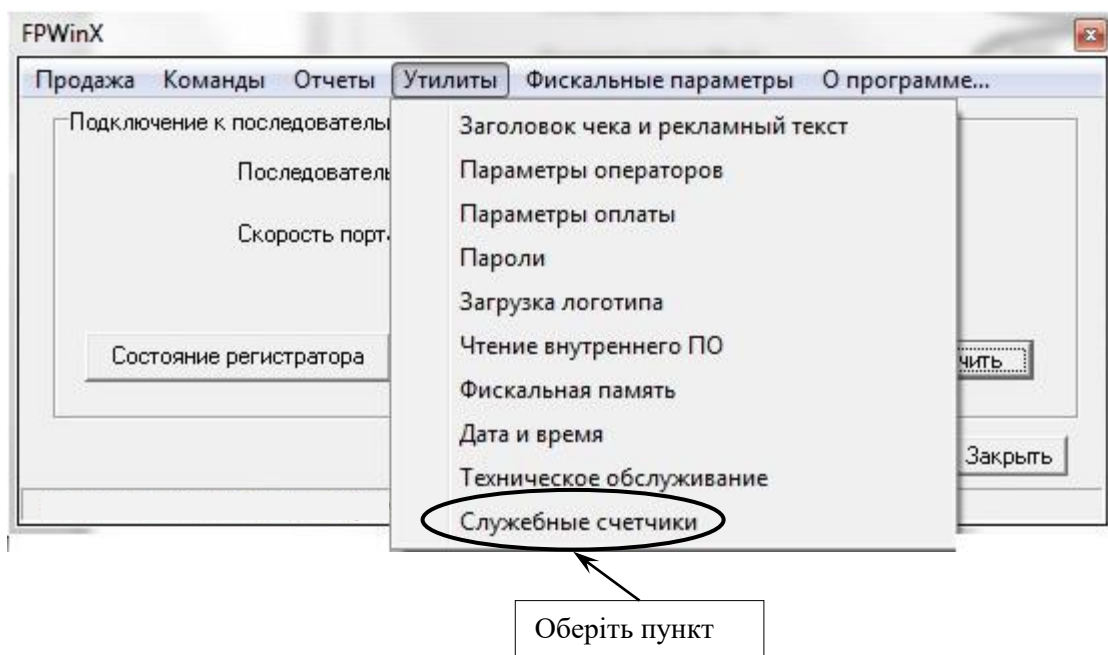

Рисунок 37
- у вікні програми обрати закладку «Утилиты», далі у випадаючому меню обрати пункт «Служебные счетчики» (рисунок 37);